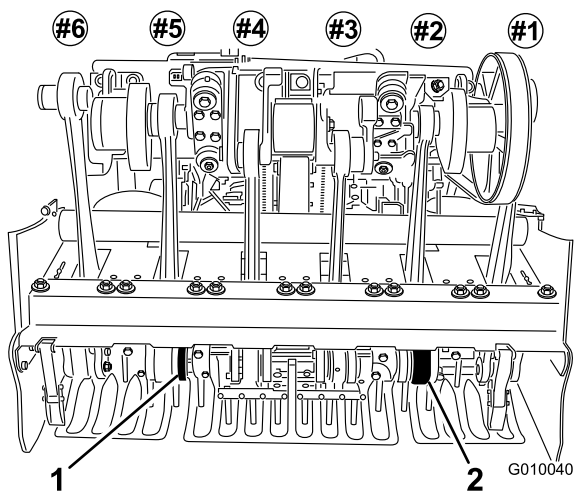

Figura 25
5. Instale taladros en los portataladros N° 2 y N° 5 (Figura 25). Apriete los pernos.